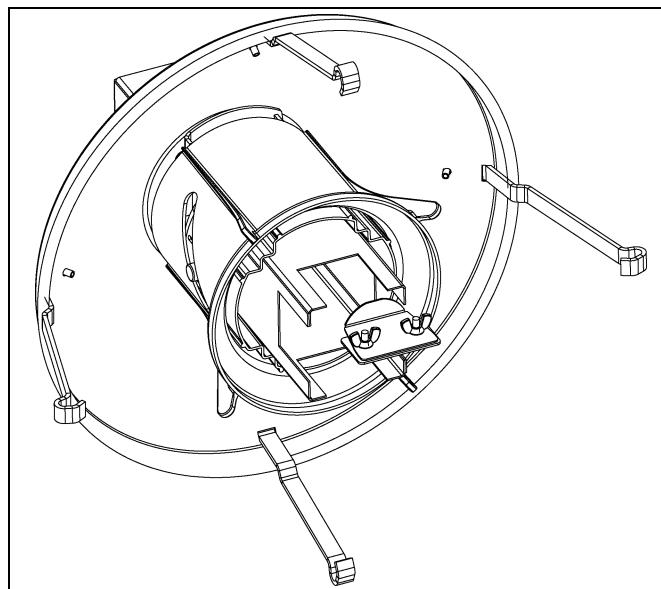

Рисунок 4O
- Снимите лоток с кормушки, поверните кормушку на 90°, после чего переместите пластмассовый уровень корма и регулятор уровня корма к верхней части трубы отвода. (см. рисунок 4O.)